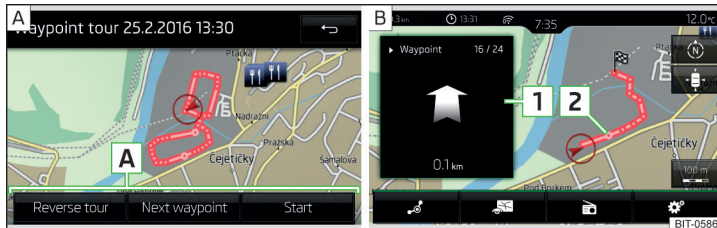

Abb. 246 Anzeige einer Wegpunkttour / Abfahren einer Wegpunkttour
- Eines der folgenden Menüs auswählen » Abb. 246 - **A**.
Während des Abfahrens einer Wegpunkt tour erfolgt im Zusatzfenster **Wegpunkte** die Anzeige der Richtung sowie des Abstands zum nächsten Wegpunkt, der fortlaufenden Nummer des nächsten Wegpunktes sowie der Gesamtzahl der Wegpunkte **1** » Abb. 246 - **B**.
Die Wegpunkt tour von der Fahrzeugposition zum nächsten Wegpunkt „nimmt“ während der Fahrt sukzessive „ab“ **2** » Abb. 246.
- > Anzeige der Wegpunkt-tour » Abb. 246 auf Seite 205